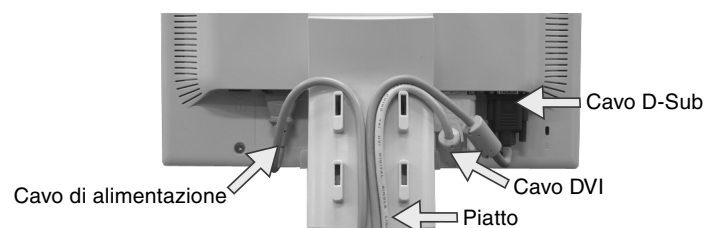

Figura C.2
5. Inserire il cavo DVI, il cavo D-sub ed il cavo di alimentazione tra i risalti indicati nella **figura C.2**.
6. Assicurarsi che tutti i cavi siano adagiati in posizione piatta contro il supporto (**figura C.2**).